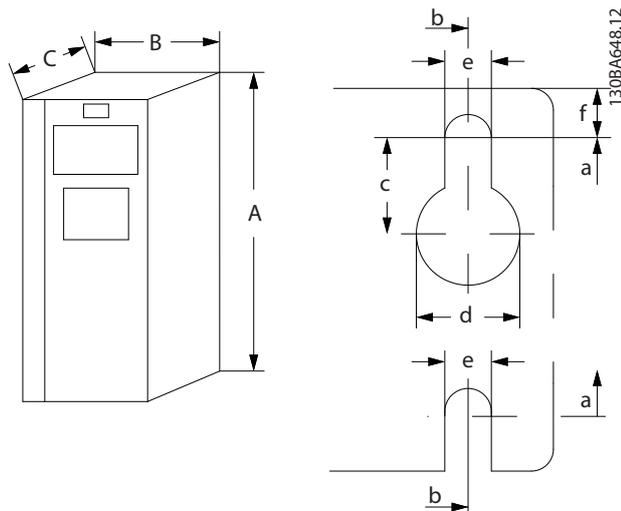
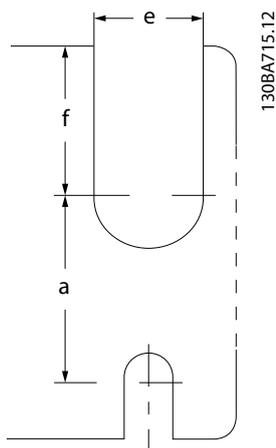

Abbildung 7.2 Bohrungen oben und unten (siehe Kapitel 7.9 Nennleistungen, Gewicht und Abmessungen)
Abbildung 7.3 Bohrungen oben und unten (B4, C3 und C4)
1) Siehe Abbildung 7.2 und Abbildung 7.3 für Bohrungen oben und unten.